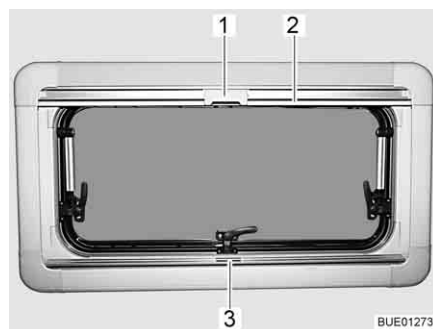

Bild 110 Ausstellfenster
- faltverdunklung in der Mitte der Griffleiste (Bild 110,3) fassen, von unten nach oben ziehen und auf der gewünschten Höhe loslassen. Die faltverdunklung bleibt in dieser Höhe stehen.
- Insektenschutzrollo an der Griffleiste (Bild 110,2) nach unten ziehen, bis es an der Griffleiste der faltverdarkung (Bild 110,3) anstößt.
- Raste (Bild 110,1) am Insektenschutzrollo mit der Griffleiste der faltverdarkung verriegeln.
- Raste (Bild 110,1) am Insektenschutzrollo oben nach hinten drücken.
- Insektenschutzrollo an der Griffleiste (Bild 110,2) langsam zurückführen.